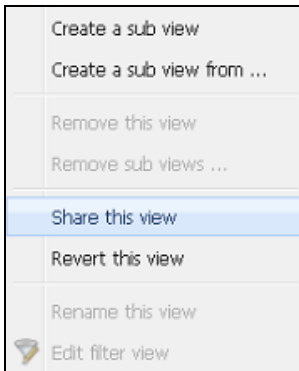

Figura 47. Menu contestuale sotto-visualizzazioni
- 1 Fare clic sulla visualizzazione per aprire il menu contestuale (vedere Figura 47).